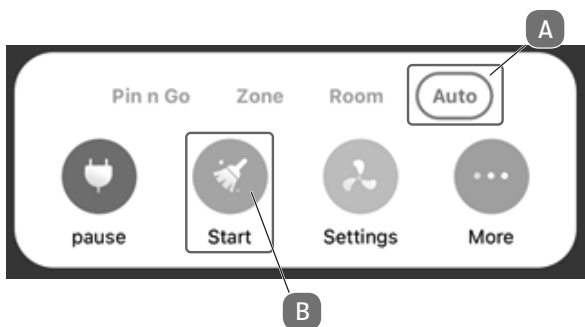

Fig. 14
- ▶ Per creare una mappa delle stanze dell'abitazione, il robot deve iniziare un giro di ricognizione. A tale scopo, in **MODALITÀ AUTO (A)** cliccare su **START (B)** come illustrato nella **fig. 14**.